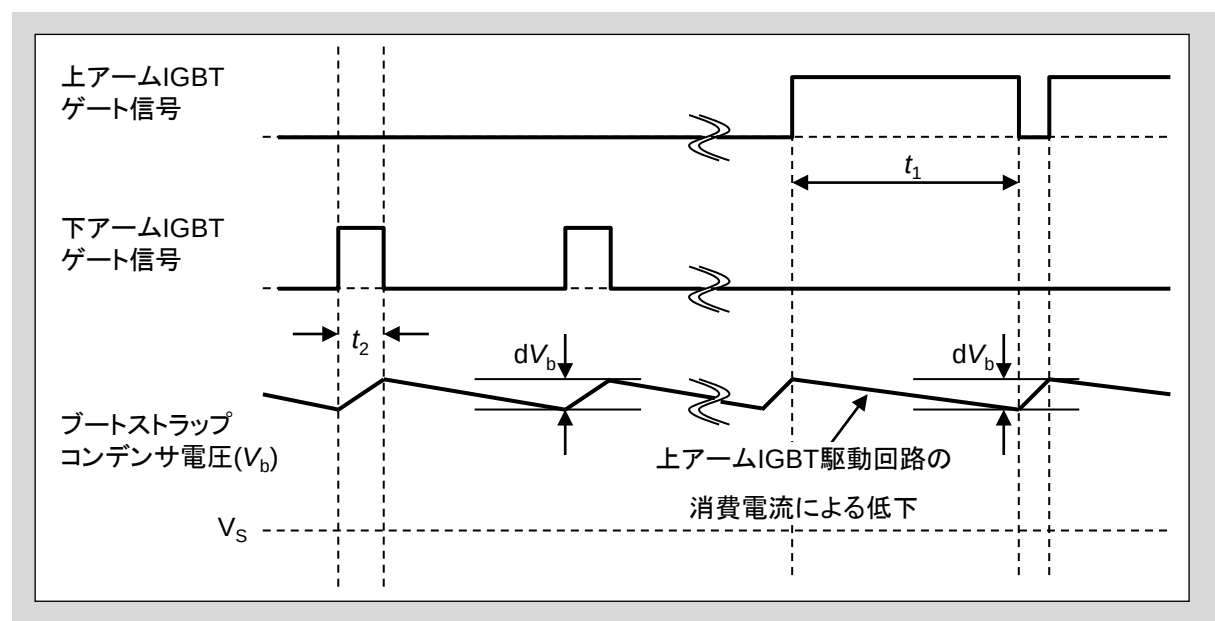

図3-10 充放電動作のタイミングチャート
dV_b : 許容放電電圧 (図3-10を参照)
- 上アームIGBTがスイッチング動作し、下アームFWDオン時に充電するモード(タイミングチャート(図3-10))では、上アームIGBTのオフ期間にオン期間で消費した電力を再充電できる時定数とします。